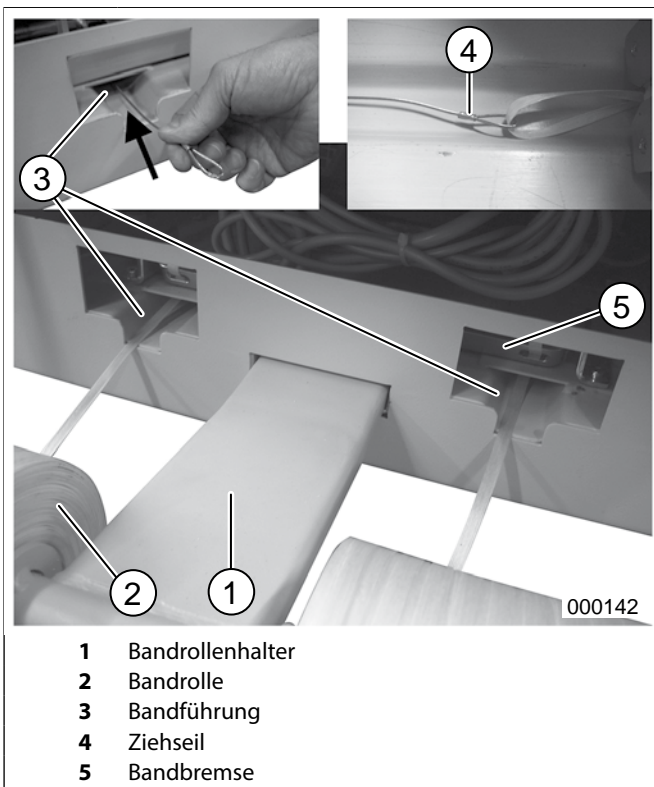

Abb. 23 Auswechslern der Bandrollen
4. Bandrollen (Abb.23/2), wie gezeigt, mit den Enden nach unten laufend auf den Bandrollenhalter (Abb.23/1) stecken.
5. Das Band-Ende an einer Schlaufe des mitgelieferten Ziehseils (Abb.23/4) befestigen, das andere Ende des Seils durch die Öffnung der Bandbremse (Abb.23/5) hindurch in die Bandführung (Abb.23/3) einschieben.
7. Beide Bänder, wie schon unter der Rubrik „Auslegen der Bänder für neuen Ballen“ beschrieben, einlegen und die Bandbremse (Abb. 23/5) schließen.